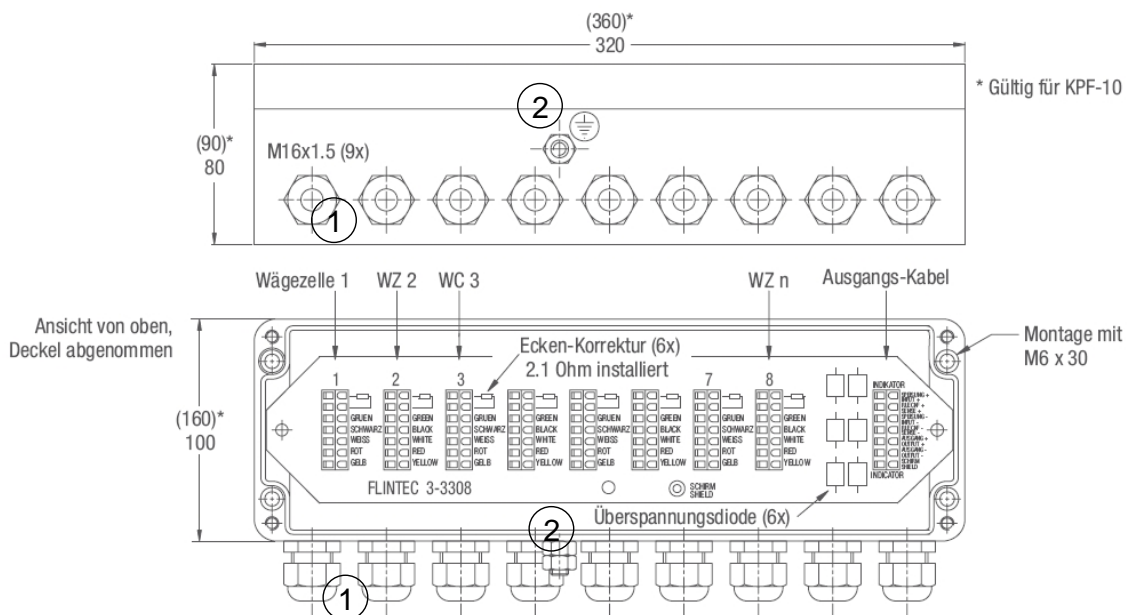

Abbildung 1: Abmessungen in [mm]
Die Erdungsschraube (siehe (2) in Abb.1) ist mit der Schutz Erde zu verbinden bzw. es ist eine elektrisch leitende Verbindung zu den Wägemodulen herzustellen (Potentialausgleich). Hierzu darf nur die obere Mutter gelöst und wieder angezogen werden. Die untere Mutter (Kontermutter) und die Erdungsschraube mit Unterlegscheibe dürfen keinesfalls verdreht oder gelöst werden – die Dichtung ist geklebt! Nach versehentlichem Lösen muß die Erdungsschraube mit Loctite Schraubensicherung neu eingesetzt werden.
Nur die Überwurfmutter der Kabelverschraubung (siehe (1) in Abb. 1) soll gelockert werden. Das Unterteil der Kabelverschraubung selbst muss fest sitzen.
Nur die Überwurfmutter der Kabelverschraubung (siehe (1) in Abb. 1) soll gelockert werden. Das Unterteil der Kabelverschraubung muss fest im Kasten sitzen.